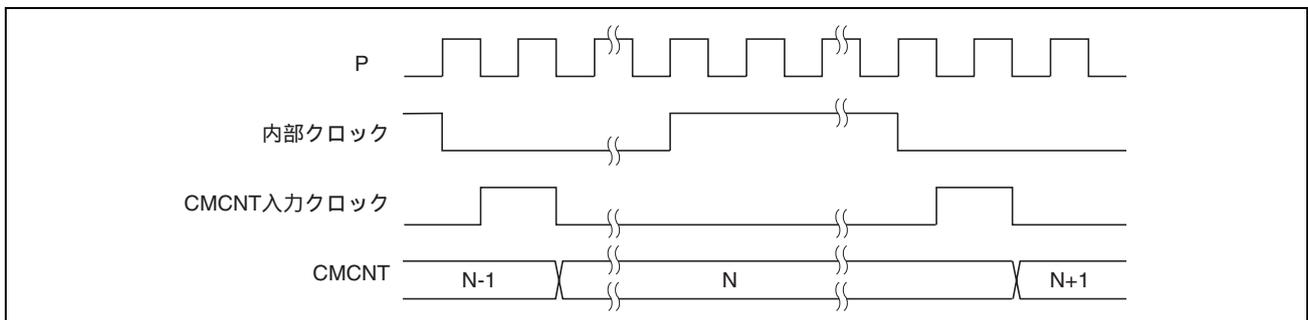

図 14.3 カウントタイミング
CMCSR の CKS1、CKS0 ビットにより、周辺クロック (P) を分周した 4 種類の内部クロック ($P/8$ 、 $P/32$ 、 $P/128$ 、 $P/512$) が選択できます。このときのタイミングを図 14.3 に示します。